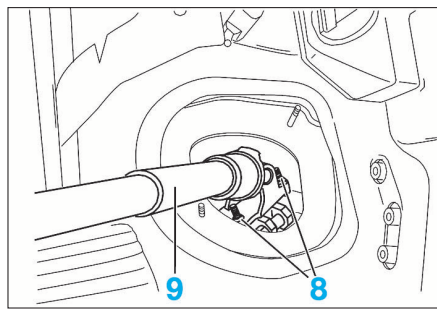

FIG. 24
- le joint (7).
- les vis de liaison colonne boîtier de direction (8) (Fig.24).